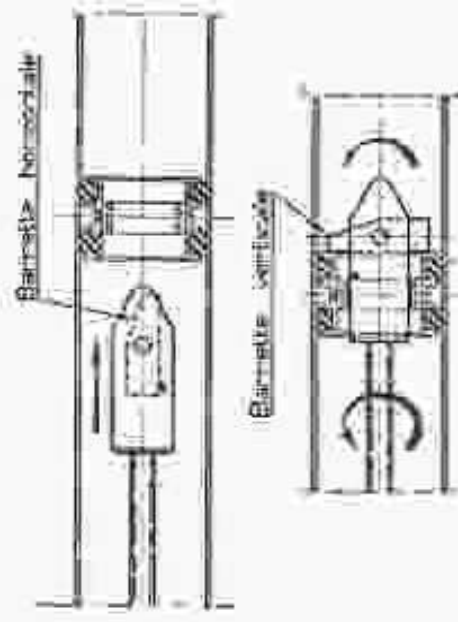

Fig. 13. — Mises en place du roulement milieu de l'arbre de transmission.
- Retirer le roulement à l'aide d'un moyen approprié, par exemple, en utilisant un levier horizontal (Fig. 13).